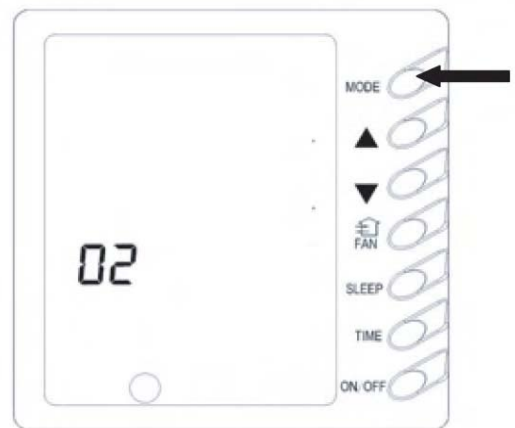

Abb. 10
9) Einstellung der Speicherung des Zustandes beim Stromausfall (Abb. 10)